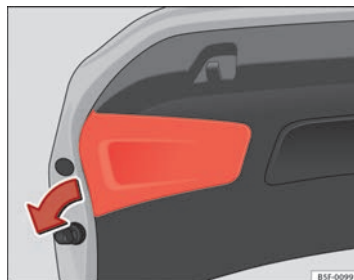

Abb. 154 Abdeckung der Gepäckraumklappe entfernen
⇒ Abb. 154.
- Bringen Sie die Abdeckung der Verkleidung der Gepäckraumklappe wieder an ⇒ Abb. 154.